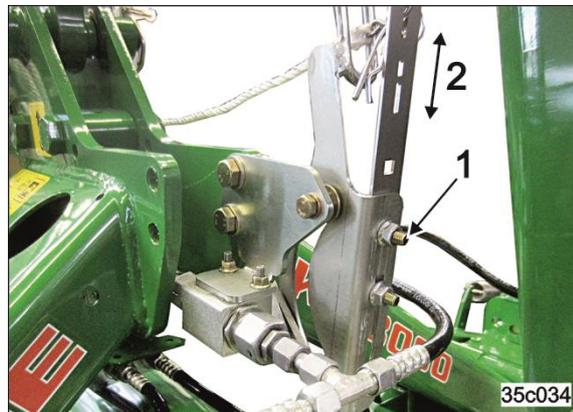

图 133
1. 松脱螺母（图 133/1）。
2. 将操作挂钩置于所需位置（图 133/2），使得能够在万向传动轴运行时提升。
3. 拧紧螺母（图 133/1）